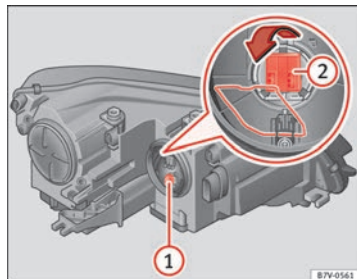

Fig. 208 Portalampada dell'indicatore di direzione (1) e fari direzionali (2).
4. Ruotare il portalampada (1) ⇒ fig. 208 in senso antiorario fino a fine corsa ed estrarlo insieme alla lampadina, tirando all'indietro.	Premere con forza la staffa verso il basso ed estrarre il portalampada (2) ⇒ fig. 208 verso il basso, insieme alla lampadina.